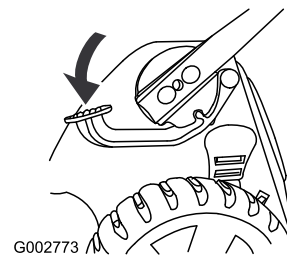

Bild 50
1. Treten Sie auf das Pedal und halten Sie es gedrückt (Bild 50).